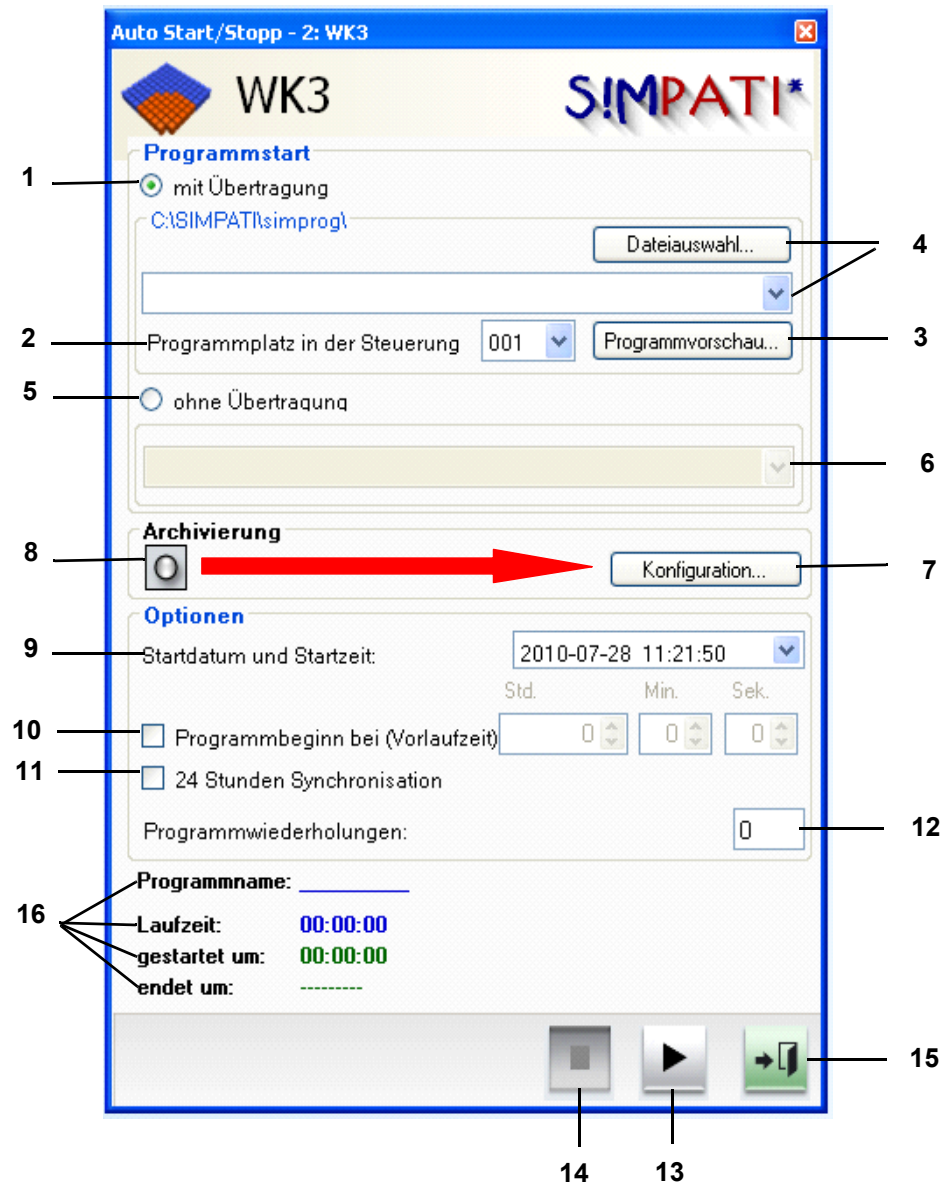

Abb. 10-1: Ein Prüfprogramm starten/stoppen
Wenn Sie die aktuelle Prüfprogrammversion noch nicht in die Steuerung der Kammer geladen haben, können Sie dies über die Funktion → Abb. 10-1: »Ein Prüfprogramm starten/stoppen« (Seite 155) mit dem Start der Prüfung veranlassen.
- 8 Archivname, wie unter → Abb. 10-1: (Seite 155) angegeben (ohne Angabe wird das Startdatum verwendet).